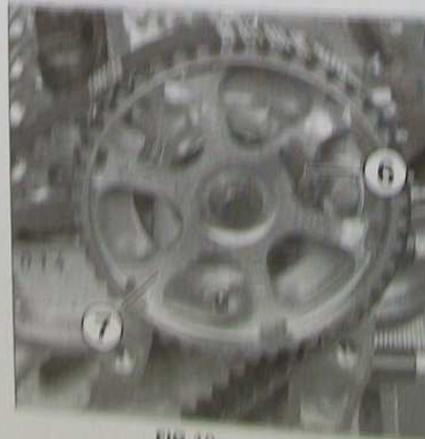

FIG. 10
- 10. Repousser la roue dentée de vilebrequin (5) sur la portée du vilebrequin.
- 11. Reposer la vis de poulie de vilebrequin (2).
- 12. Déposer la pignone de blocage (1).
- 13. Tourner le vilebrequin dans le sens horaire à l'aide de la vis de poulie de vilebrequin (2), jusqu'à pouvoir introduire le jeu de blocage (Ø 8 mm) (6) dans la roue dentée d'arbre à cames (7) (outil réf. (-) 9194.B) (Fig. 10).